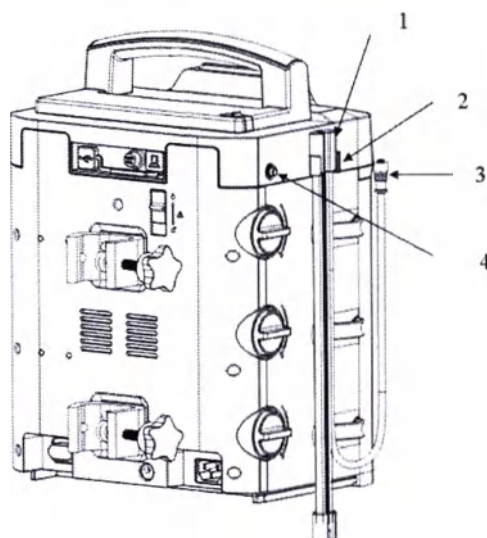

Рис. 20. Подключение подогревателя инфузионного раствора.
1. Поместите подогреватель инфузионного раствора (1) в держатель (2), как показано на рис. 20.
2. Коннектор подогревателя инфузионного раствора (3) подключите к разъему (4).